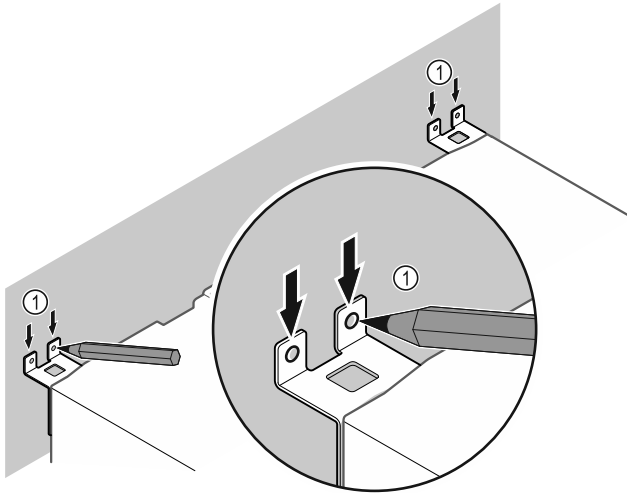

Fig. 9
- ▶ Markierungen an der Wand setzen Fig. 9 (1).